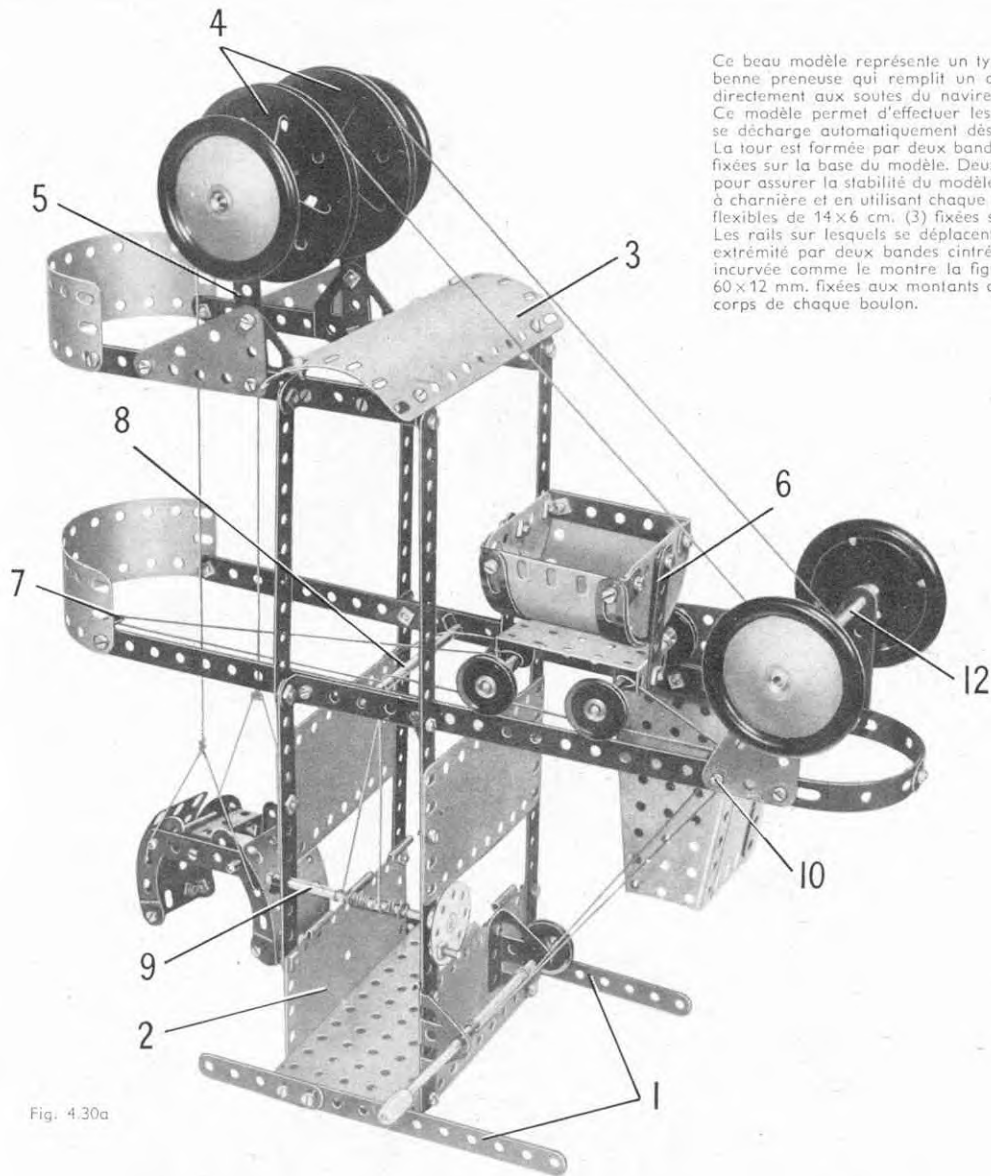

Fig. 4.30a
Le chariot est constitué par deux plaques cintrées de 43 mm. de rayon et deux plaques semi-circulaires réunies l'une à l'autre par des bandes coudées de 60x12 mm. Il pivote sur des boulons de 9,5 mm. fixés sur les bandes de 5 trous (6). L'un des côtés du chariot est lesté par deux bandes cintrées à glissière boulonnées sur les bords de la plaque cintrée comme le montre la figure 4.30a. La base du chariot est une plaque à rebords de 6x4 cm ; un support double boulonné au centre de chaque rebord sert de support aux tringles de 9 cm. qui portent des poulies de 25 mm.